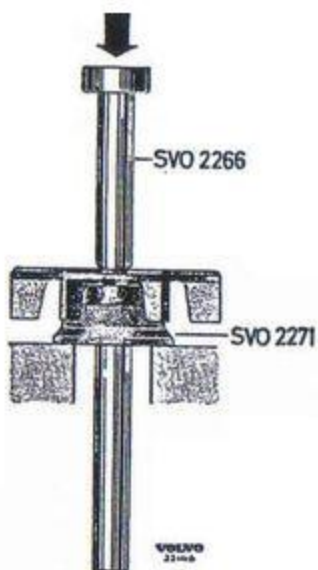

Bild 25. Demontering av axel ur skovelhjul.
3. Pressa axeln ur skovelhjulet med dorn SVO 2266. För att undvika skador på skovelhjulets skovlar vid urpressningen, placera fixturen SVO 2271 enligt bild 25.